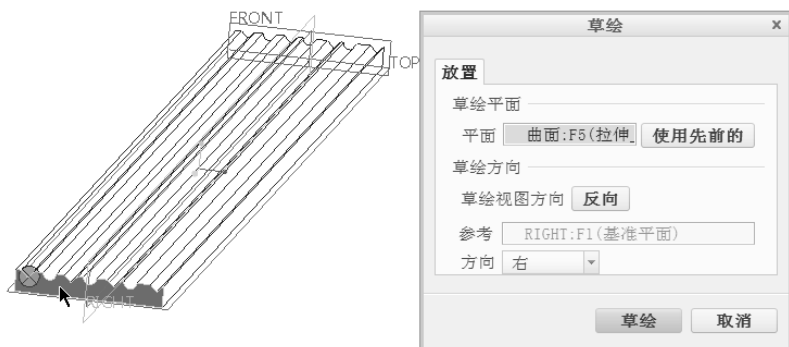

图 6-137 选择草绘平面
4) 在“参考”面板中激活“轮廓截面”收集器，单击“轮廓截面”收集器右侧的“定义”按钮，系统弹出“草绘”对话框。选择图 6-137 所示的端面定义草绘平面，默认以 RIGHT 基准平面为“右”方向参考，然后单击“草绘”对话框中的“草绘”按钮，进入草绘模式。